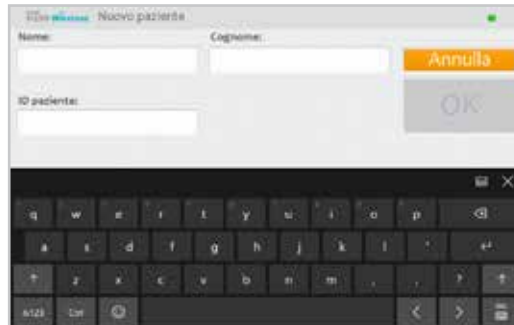

Figura 8-14 - Finestra Nuovo paziente
2. Per i nuovi pazienti, immettere il nome e il cognome del paziente (solo caratteri alfanumerici) nella finestra Nuovo paziente e assegnare un ID paziente (1–14 caratteri). Tutti i campi devono essere compilati. Quindi premere **OK** (Figura 8-14).